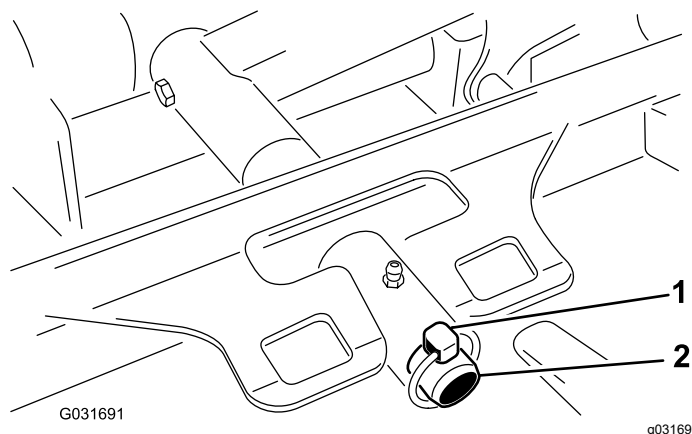

Figura 13
3. Togliete l'acciarino che fissa il telaio portante del piatto di taglio al perno di articolazione del braccio di sollevamento (Figura 13).